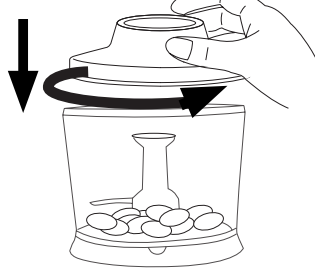

Fig.3.1
- Acoplar el batidor al cuerpo motor girando en sentido que indica la flecha (Fig. 3.1).